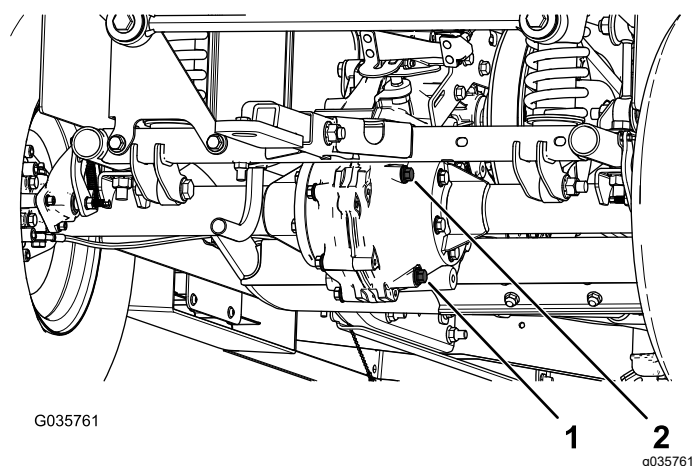

Figura 56
4. Tire o tampão de enchimento do conjunto eixo-transmissão (Figura 56).
- Se o nível de fluido estiver baixo, retire o tampão de enchimento e adicione o fluido especificado até sair pelo furo (Figura 56).
- Alinhe um recipiente de escoamento com o tampão de escoamento (Figura 56).
- Retire o tampão de enchimento e o vedante (Figura 56).
- Retire o tampão de escoamento e o vedante e deixe o fluido escoar completamente (Figura 56).